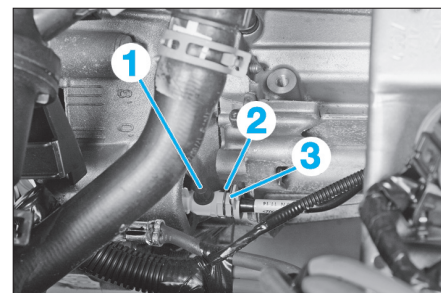

FIG. 7
- Déposer le bouchon du purgeur (1) du cylindre récepteur sur la boîte de vitesses (Fig.7).